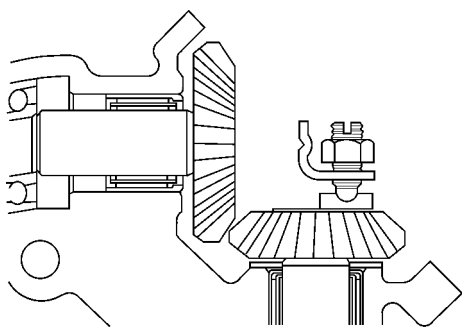

图 16-94 旋紧调整螺栓直至接触到座块为止
1) 旋紧调整螺栓直至接触到座块为止，如图 16-94 所示。